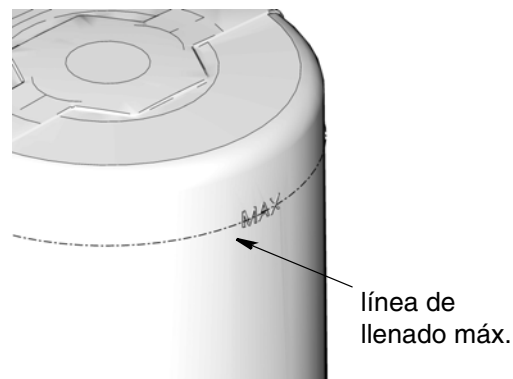

FIG. 21
- No llene en exceso (FIG. 21).
4. Cuando la grasa alcance la línea de llenado máx. (FIG. 21), retire la manguera de llenado y ponga el tapón antipolvo (26) en el accesorio de entrada (25).